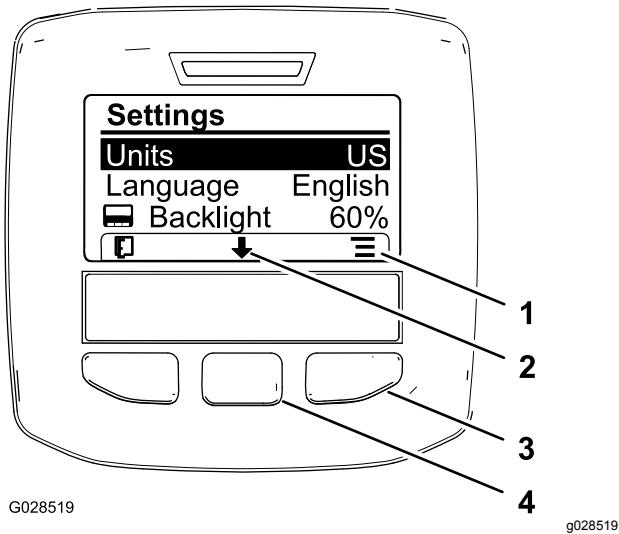

Figure 63
- Pour changer d'unité de mesure, appuyez sur le bouton de sélection droit pour changer la liste des unités affichées (Figure 63).
3. Pour changer la langue de l'affichage, appuyez sur le bouton de sélection central (situé sous la flèche vers le bas dans l'affichage) pour déplacer l'option de langue sélectionnée (Figure 63).
4. Appuyez sur le bouton de sélection droit (situé sous l'icône de liste dans l'affichage) pour mettre en surbrillance la langue qui sera utilisée dans l'affichage (Figure 63).
6. Appuyez sur le bouton de sélection gauche pour retourner à l'écran d'accueil (Figure 63).